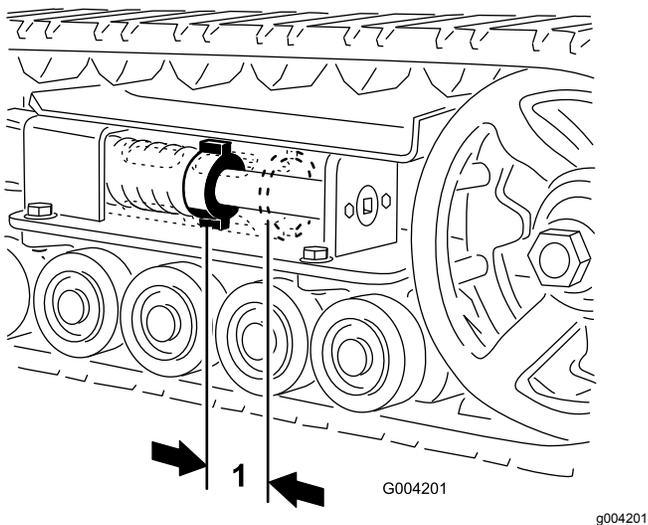

Bild 44
Der Abstand zwischen der Spannungsmutter und der Rückseite des Spannungsrohrs sollte 7 cm sein (Bild 44). Stellen Sie ansonsten die Kettenspannung wie folgt ein:
5. Drehen Sie die Spanschraube mit einer Ratsche (1/2") nach links, bis der Abstand zwischen der Spannmutter und der Rückseite des Spannungsrohrs 7 cm beträgt (Bild 44).
12. Drehen Sie die Spannschraube nach links, bis der Abstand zwischen der Spannmutter und der Rückseite des Spannungsrohrs (Bild 44) 7 cm beträgt.
18. Drehen Sie die Spannschraube nach links, bis der Abstand zwischen der Spannmutter und der Rückseite des Spannungsrohr (Bild 44) 7 cm beträgt.